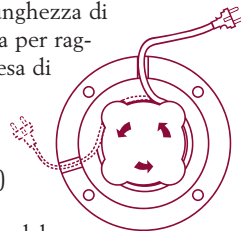

Fig. 4
- Per allungare il cavo, capovolgere la base di alimentazione e srotolare il cavo elettrico dall'avvolgicavo. Regolare la lunghezza di cavo necessaria per raggiungere la presa di alimentazione utilizzando gli appositi passanti (fig.4)